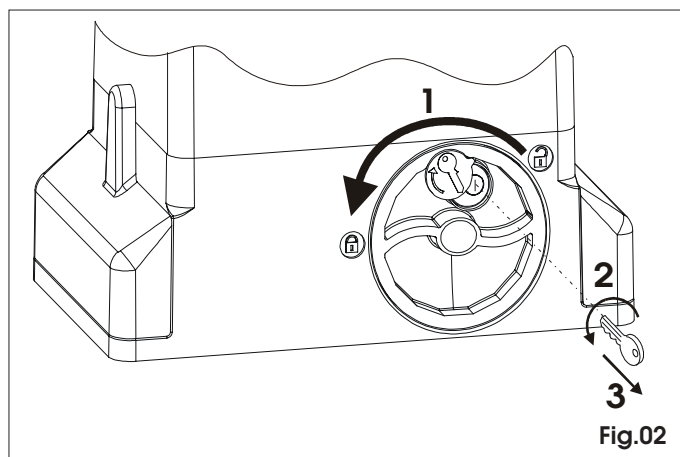

Fig.02
- 1) Ruotare il sistema di sblocco in senso antiorario sino al suo arresto, Fig.02 rif.1.
- 2) Ruotare la chiave in senso antiorario ed estrarla dalla serratura, Fig.02 rif. 2 e 3.